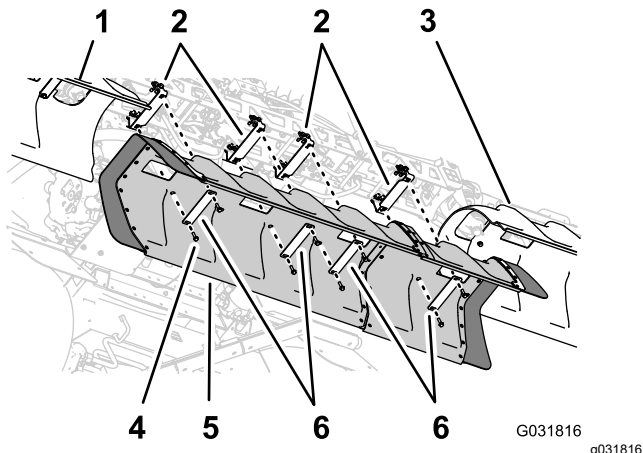

Рисунок 151
- Совместите отверстия в кожухе средней секции с отверстиями в опорных кронштейнах для кожуха средней секции (Рисунок 151).
- Совместите отверстия в двух хомутах кожуха, снятых при выполнении пункта 1 раздела 6 Демонтаж кожуха средней секции (с 11 соплами) дополнительного комплекта закрытой стрелы (страница 22), со шлангом в кожухе и двумя опорными кронштейнами (Рисунок 151).
- Совместите отверстия в 2 хомутах кожуха (номер 120-0629 по каталогу Toro) с 4 оставшимися отверстиями в кожухе и 4 оставшимися отверстиями в опорных кронштейнах (Рисунок 151).
- Установите хомуты кожуха и кожух на опорные кронштейны (Рисунок 151) при помощи 4 болтов с фланцевыми головками